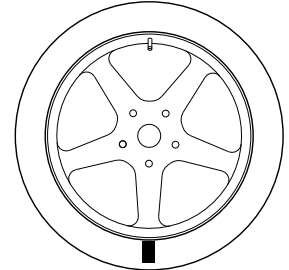

Abb. 18: Markierung um 180° gedreht.
7. Nehmen Sie das Rad von der Welle, lösen Sie die Reifenwulst, drehen Sie den Reifen, bis die **Markierung** in Relation zum Ventils **um 180° gedreht** ist, wie in Abb. 18.